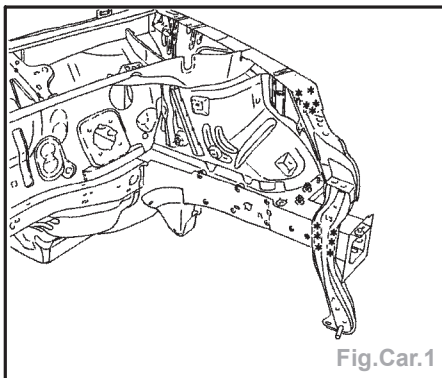

Fig.Car.1
- Dégraffer les points à l'aide d'une fraise de  $\varnothing$  8 mm (Fig.Car.1).
- Souder (Fig.Car.1) :